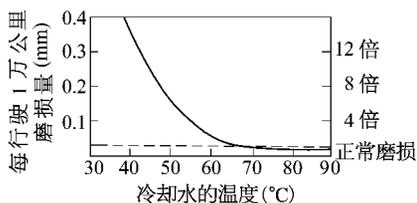

图 5-16 冷却水温度与气缸磨损量的关系
(2) 起动系统中设有快怠速装置 发动机工作时的磨损量,随冷却水温的降低而增加,见图 5-16。